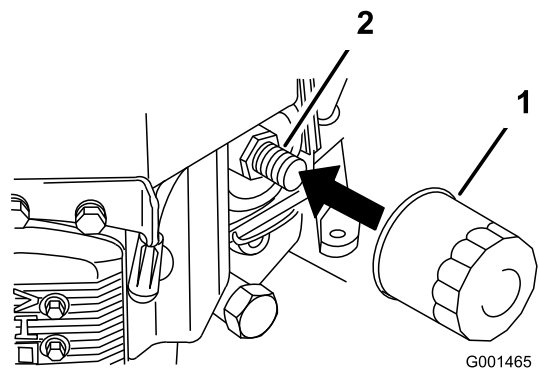

Figura 30
- Retire el filtro de aceite usado (Figura 30).
- Aplice una capa fina de aceite nuevo a la junta de goma del filtro nuevo (Figura 30).
- Instale el filtro de repuesto en el adaptador de filtro; gire el filtro en el sentido de las agujas del reloj hasta que la junta de goma entre en contacto con el adaptador del filtro, luego apriete el filtro tres cuartos de vuelta más (Figura 30).